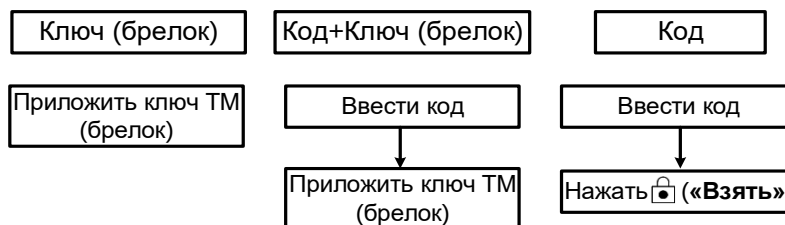

Рисунок 24 – Постановка под охрану без выбора ШС
- Если необходимо поставить под охрану все ШС без выбора, следует (см. рисунок 24):